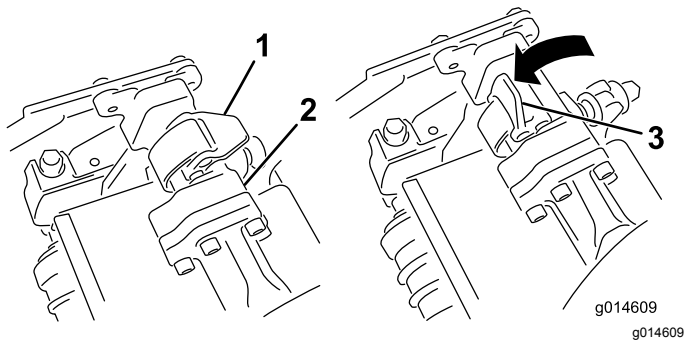
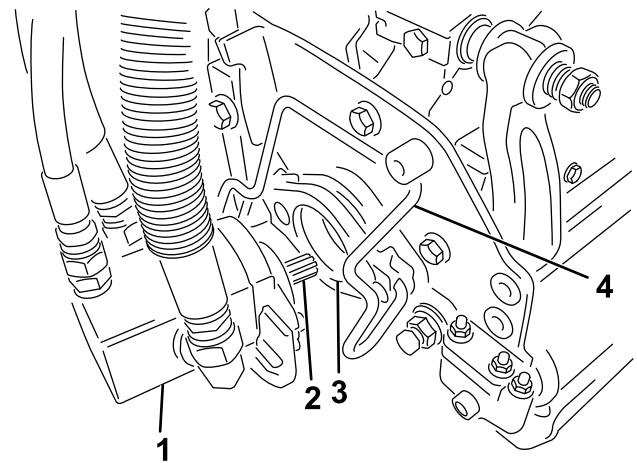

Bild 44
Bild 45
3. Die Riegel an der Aufhängearmstange müssen nach oben zeigen (d. h. offen) (Bild 44); drücken Sie den Aufhängearm dann so nach unten, dass die Stange über die Stange an der Oberseite der Schneideinheit passt (Bild 45).
- Drücken Sie die Riegel nach unten um die Schneideinheitstange herum und arretieren sie (Bild 44).
4. Öffnen Sie die Riegel an der Aufhängearmstange der Schneideinheit, die Sie entfernen möchten (Bild 44).